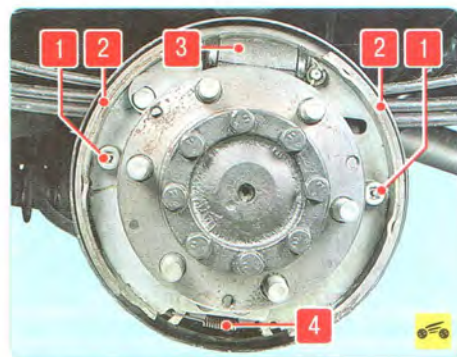

Рис. 9.9. Крепление колодок тормозного механизма заднего колеса: 1 – верхняя чашка; 2 – колодка; 3 – верхняя пружина; 4 – нижняя пружина
6. Нажмите на верхнюю чашку 1 (рис. 9.9) прижимной пружины и, повернув ее на 90°, снимите чашку вместе с пружиной, придерживая при этом стержень опорной стойки с обратной стороны тормозного щита. Затем снимите нижнюю чашку прижимной пружины, повернув ее на 90°, и выньте стержень. Так же снимите опорную стойку с другой колодки. Отсоедините верхнюю 3 и нижнюю 4 стяжные пружины от колодок 2.